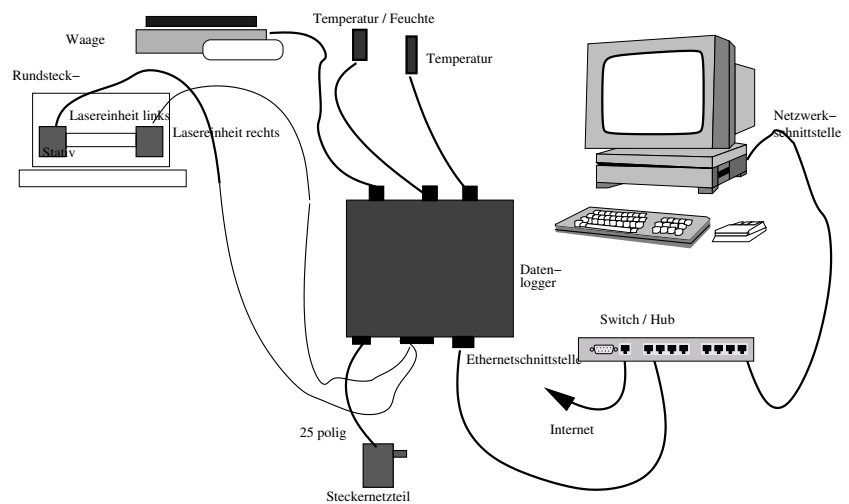

Abbildung 2: Verdrahtung des Schwindschichtsystem
- Schliessen Sie nun das mitgelieferte 25-polige DSub-Kabel an beide Laserelektroniken und an den 25-poligen D-Sub Stecker des Datenloggers an (siehe Bild 2).
Abbildung 2 zeigt die prinzipielle Verdrahtung.